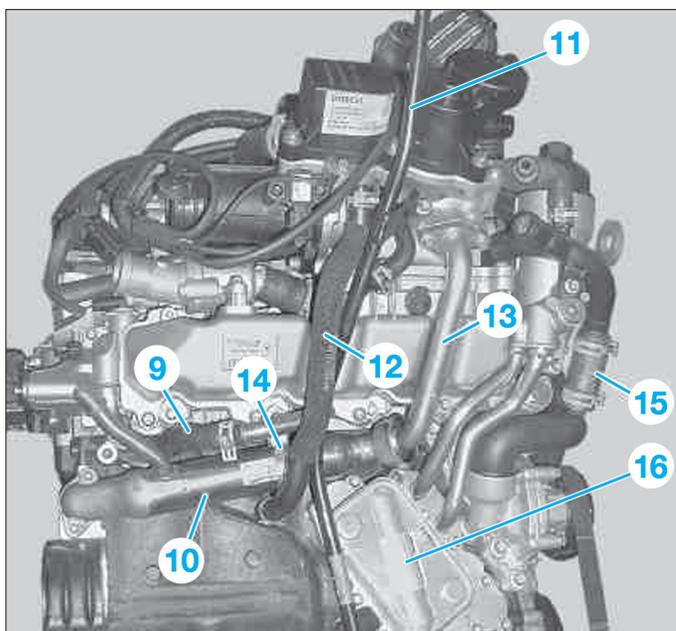

FIG. 67
- Déposer (Fig.67) :
- la durit (9) du radiateur EGR (10),
- le guide de jauge à huile (11),
- la durit (12) du séparateur d'huile,
- le tuyau EGR (13),
- le collier (14),
- le collier supérieur de la durit (15),
- le radiateur d'huile (16) (10 vis).